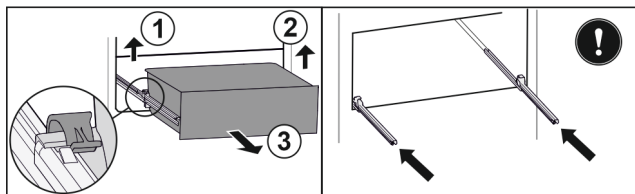

Fig. 147
- Повдигнете лявата скоба и едновременно с това изтеглете напред чекмеджето отляво. Fig. 147 (1)
- Повдигнете дясната скоба и едновременно с това изтеглете напред чекмеджето отясно. Fig. 147 (2)
- Извадете чекмеджето напред. Fig. 147 (3)